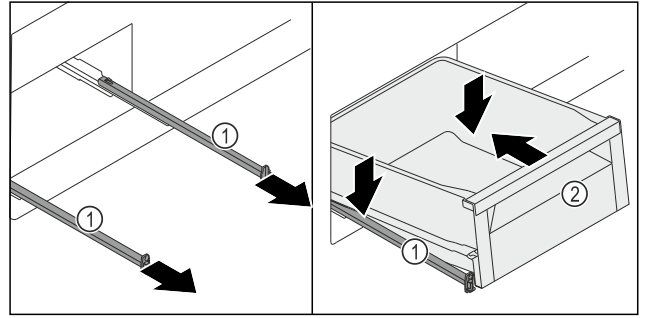

Fig. 136
- Kızıkları Fig. 136 (1) çekip çıkarın.
- Kızıkları Fig. 136 (1) sıkı tutun ve çekmeceyi Fig. 136 (2) eğri bir şekilde üstten kızıklara Fig. 136 (1) yerleştirin.
- Çekmeceyi Fig. 136 (2) kızıklarda Fig. 136 (1) sonuna kadar arkaya doğru itin.